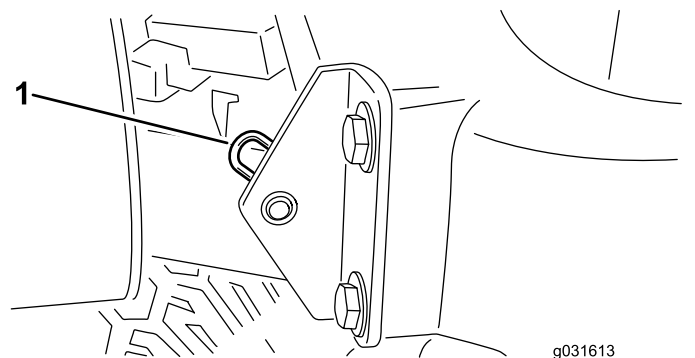

Figura 30
2. Tire o perno de gancho que fixa a articulação do capot aos suportes de montagem (**Figura 30**).